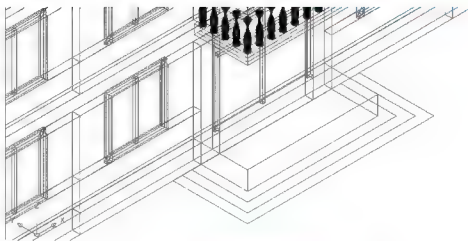

图 6.60 拉伸最内侧的矩形
- (1) 执行菜单栏中的【绘图】|【建模】|【拉伸】命令。
① 在选择对象:提示下,选择最内侧的矩形。
② 在指定拉伸高度或[路径(P)]:提示下,输入“600”,表示向 Z 轴正方向拉伸 600mm。
③ 在指定拉伸的倾斜角度 0:提示下,按 Enter 键,表示拉伸的倾斜角度为“0”,结果如图 6.60 所示。